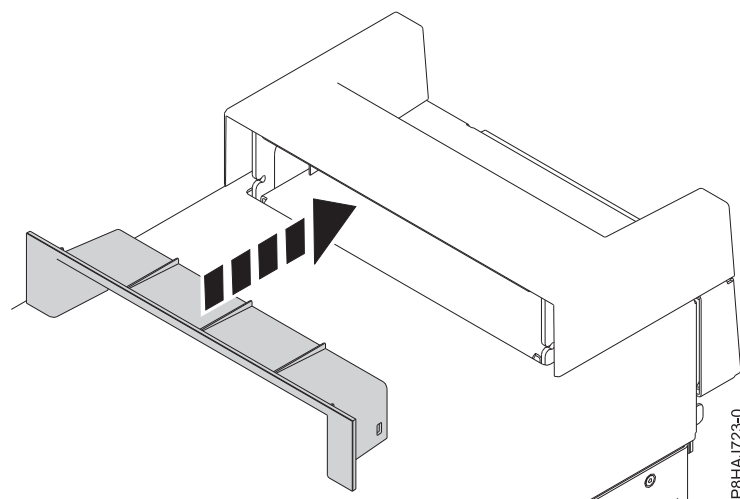

Figura 60. Inserindo a peça dentro da tampa da alça em um sistema 8286-41A independente
2. Insira a peça dentro da tampa da alça empurrando-a firmemente para a tampa da alça, conforme mostrado em Figura 60.